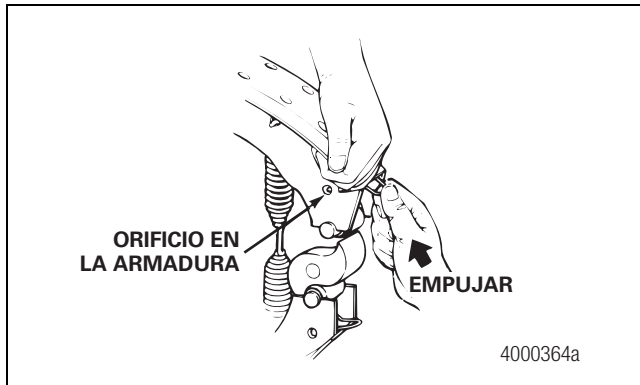

Figura 5.21
5. Empuje el retenedor del rodillo de la zapata hacia dentro de la zapata hasta que las orejas queden trabadas en los orificios de la armadura de la zapata. Figura 5.21.